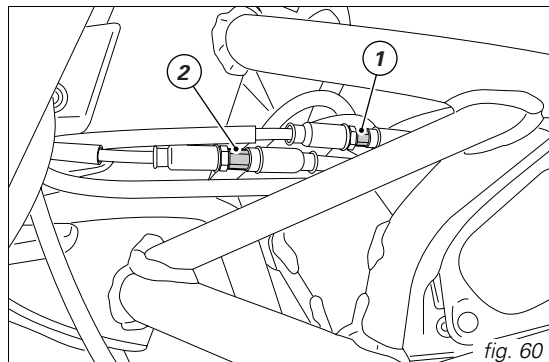

fig. 60
La poignée des gaz dans toutes les positions de braquage, doit avoir une course à vide sur la périphérie du bord de la poignée, de $1,5 \div 2,0$ mm. Si besoin est, le régler en agissant sur les dispositifs de réglage prévus à cet effet (1 et 2, fig. 60) situés sur la colonne de direction sur le côté gauche de la moto. Le dispositif de réglage (1) permet de régler l'ouverture de l'accélérateur, alors que dispositif de réglage (2) sert à sa fermeture.